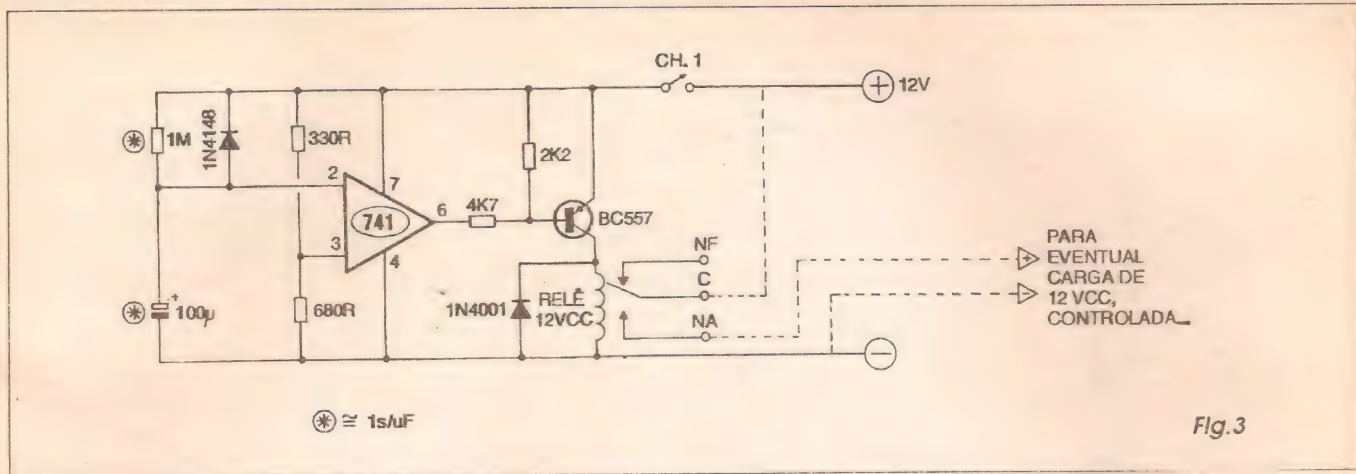

Fig. 3
- FIG. 3 - DEMORADOR (TEMPORIZADOR AO CONTRÁRIO), QUE DETERMINA UMA ESPERA PROGRAMADA, ENTRE O ACIONAMENTO E O INSTANTE REAL DE LIGAMENTO DE QUALQUER CARGA ELÉTRICA... - Quando se menciona o termo *temporizador*, normalmente nos vem à mente a idéia de um dispositivo que permite ou controla o *desligamento* automático de uma carga elétrica, uma vez decorrido um certo tempo programado ou ajustado... Enfim: ao ser acionado o dispositivo, a carga *liga*, e assim fica por todo o período ajustado, *desligando-se ao final*, de forma automática... Pois bem, o DEMORADOR atua exatamente *ao contrário*, e por isso mesmo apresenta outra gama (muito grande, acreditem...) de aplicações práticas, principalmente se considerarmos a alimentação em convencionais 12 VCC (o que facilita, inclusive, as aplicações *automotivas*, por óbvias razões...). O circuito é baseado num integrado 741, usado num arranjo comparador um pouco *fora* da sua norma geral de aplicação (porém bastante funcional e confiável...), com a **entrada inversora** (pino 2) monitorando o crescimento da tensão de carga do capacitor de 100u (e que se dá através do fluxo via resistor de 1M...). Atingido determinado ponto (que depende da comparação com a tensão fixa presente na **entrada não inversora** (pino 3), derivada dos resistores de 330R e 680R, a saída do operacional (pino 6), normalmente *alta*, cai para um valor suficiente à polarização do transistor PNP (BC557), que assim aciona o relê situado no seu circuito de *coletor*... Todo o processo é disparado simplesmente pelo acionamento da chave geral de alimentação